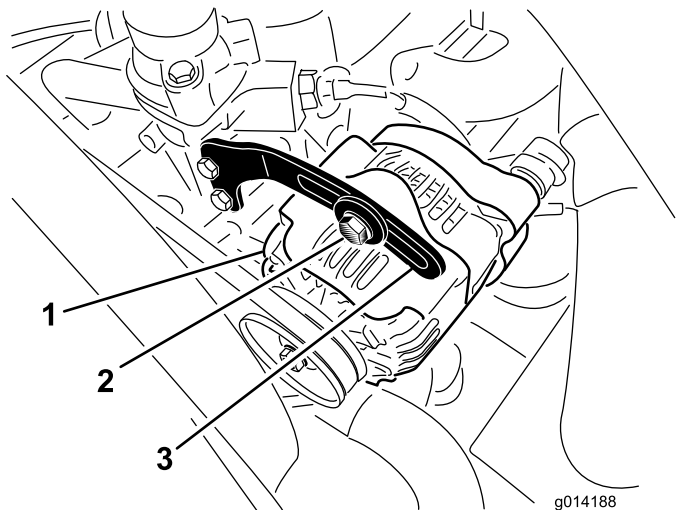

图49
2. 检查交流发电机皮带张紧力的方法使用 10kg 的力按压交流发电机和曲轴箱皮带轮之间的皮带 图49 中间位置。
3. 松开将支架固定到交流发电机 图49 的螺栓和交流发电机枢轴螺栓。